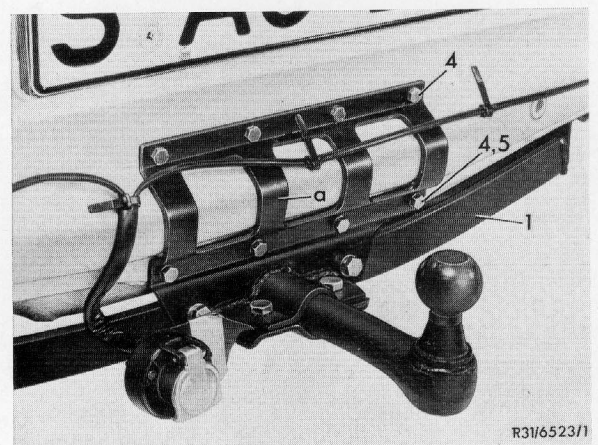

Bild 1
7 Befestigungslöcher am Heckmittelstück und am linken und rechten Längsträger anzeichnen, dabei die Löcher des Stützbleches und der Seitenteile des Querträgers als Schablone benutzen. Anschließend Querträger (1) wieder abnehmen (Bild 1, 2 und 3).
8 Die 8 Befestigungslöcher für das Stützblech (a) am Heckmittelstück mit 9 mm Durchmesser bohren (Bild 1).
11 Querträger mit Stützblech (1) am Heckmittelstück mit den Gegenlaschen (2 und 3) und den Befestigungsteilen (4 bis 6) festschrauben. Die Gegenlasche mit Muttern (2) ist am Heckmittelstück unten, die Gegenlasche ohne Muttern (3) im Kofferraum zu montieren (Bild 1).